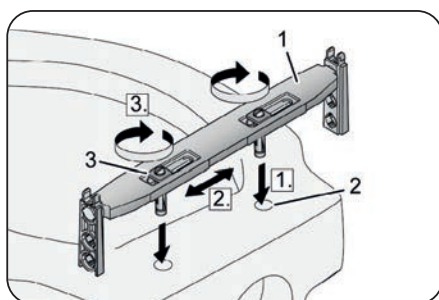

Abb. 5
1. Legen Sie die Auflagebrücke (1, Abb. 5) auf den hinteren Rand des Toilettens Beckens. Stecken Sie dabei die Dübel in die Bohrungen (2, Abb. 5) des Toilettens Beckens.
3. Drehen Sie die Schrauben (3, Abb. 5) im Uhrzeigersinn. Dabei werden die Dübel gespreizt. Ziehen Sie die Schrauben mit einem Anziehdrehmoment von 3 Nm fest.